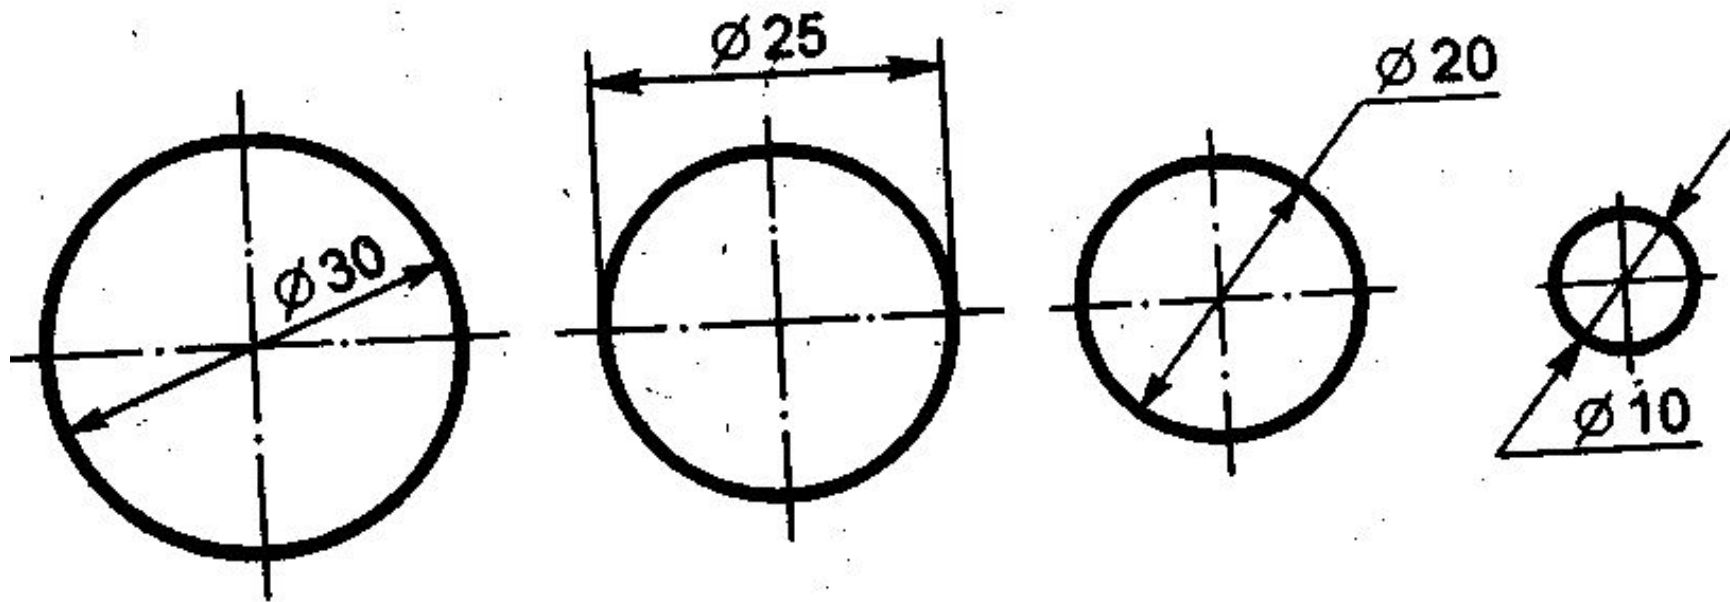

Рис. 8
- Для обозначения диаметра перед размерным числом во всех случаях наносят знак - кружок, перечеркнутый прямой линией под углом  $75^\circ$ . Применение и построение этого знака показано на рис. 8.